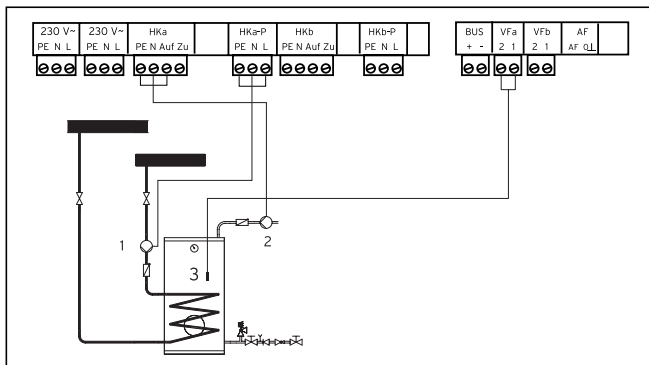

Abb. 4.2 Einen Mischerkreis als Speicherladekreis anschließen
- Nehmen Sie die Anschlussverdrahtung gemäß Abb. 4.2 vor.